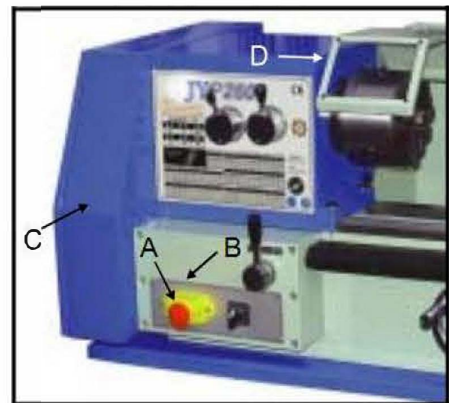
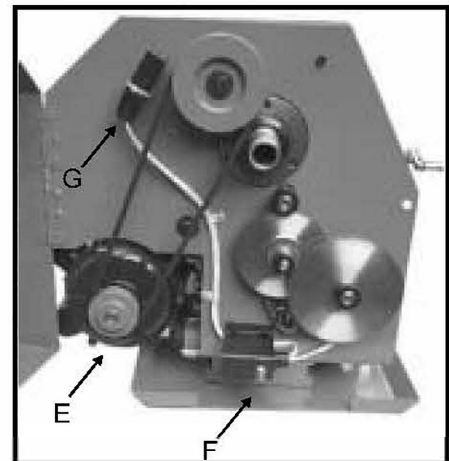

Fig. 10
Fig. 11
1. **Motor** (E, Fig. 11) – 3/4 hk, 1-fas, 240 V, 50 Hz.
2. **Magnetströmbrytare** (B, Fig. 10)
Vippströmbrytare (A, Fig. 10) under skydd – ändrar rotationsriktning (FOR/REV). Vänta tills spindeln stannat innan växling!
3. Chuckskydd (D, Fig. 10) – Avlastas vid åtkomst och aktiverar mikrobrytare (G, Fig. 11) vid öppning (bryter spänning).
4. Växellucka (C, Fig. 10) – Öppning stoppar svarven via mikrobrytare (F, Fig. 11). Avsluta alltid drift genom att först stoppa svarven, inte genom att bryta huvudströmmen direkt.